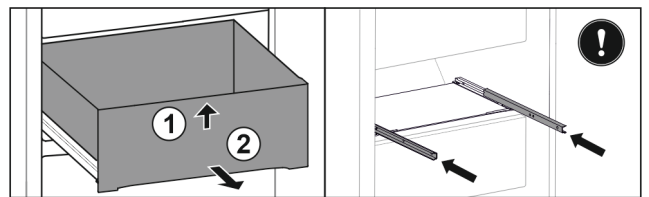

Fig. 147
- ▶ Повдигнете чекмеджето отпред. Fig. 147 (1)
- ▶ Извадете чекмеджето напред. Fig. 147 (2)